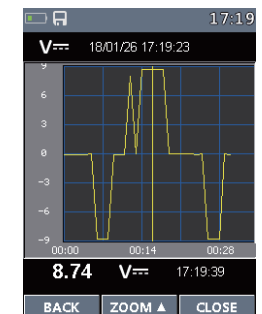

Fig137
- Appuyez sur la touche Bouton MODE pour enregistrer l'enregistrement de la tendance (Fig137). Et Appuyez sur la touche ◀ ou ▶ pour sélectionner l'enregistrement précédente ou l'enregistrement suivante.